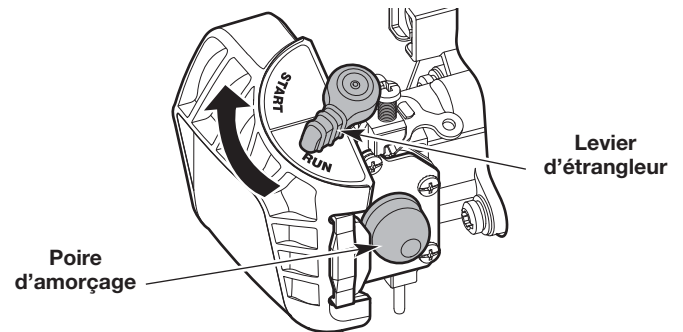

Fig. 4
3. Appuyez lentement et relâchez la poire d'amorçage à **10 reprises** (Fig. 4). Si aucune quantité de carburant n'apparaît dans la poire d'amorçage, appuyez et relâchez la poire jusqu'à l'apparition de carburant.
5. **NE PAS** enfoncer la manette des gaz. Tournez le levier de l'étrangleur dans le sens horaire jusqu'à ce qu'il s'enclenche en position de démarrage (**START**) (Fig. 4).